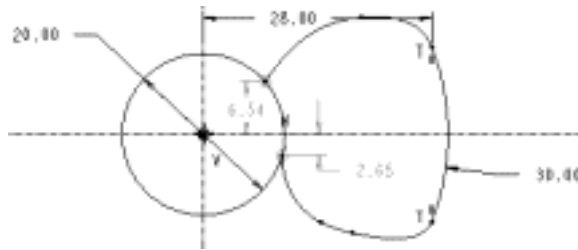

图 3-99 添加约束
(8) 单击工具栏中的“约束条件”按钮, 在弹出的“约束”对话框中单击“相切选项”按钮, 然后单击圆弧和绘图区上端的样条曲线，使其相切。再单击另一条样条曲线和圆弧，使其相切，效果如图 3-99 所示。